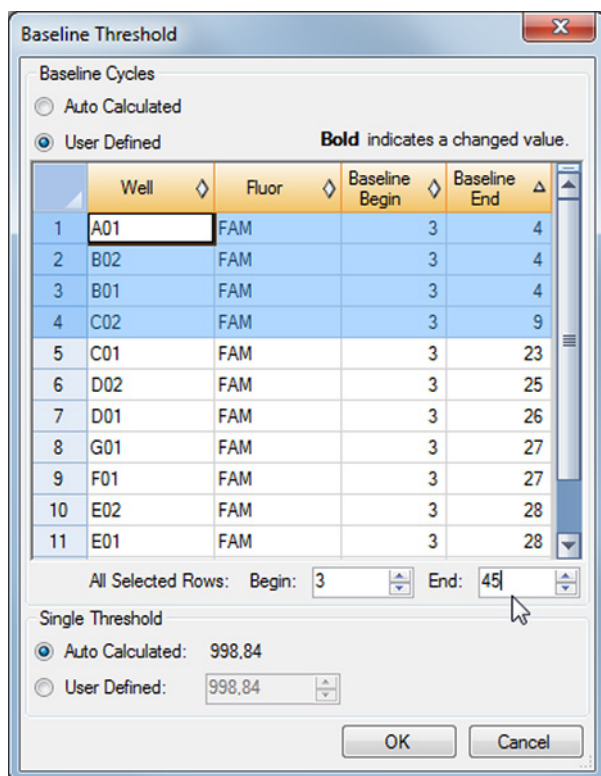

Figura 5: Finestra di dialogo Baseline Threshold (Soglia basale)
3. Nella barra dei menu della finestra Data Analysis (Analisi dei dati) fare clic su **Settings** → **Baseline Threshold...** (Impostazioni → Soglia basale...) per aprire la finestra di dialogo Baseline Threshold (Soglia basale) (vedere figura 5).
5. Selezionare tutte le righe che presentano dei valori **Baseline End** (Fine basale) da 1 a 9 (vedere figura 5).
6. Impostare il valore nel campo **End:** (Fine:) a 45 per le righe selezionate (vedere figura 5).
9. Ripetere i passi 3 a 7 per il canale di rilevamento VIC™ (IC).